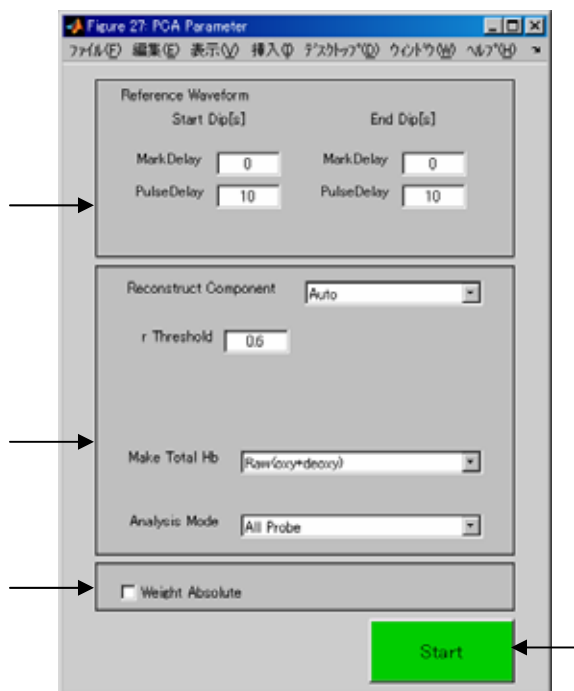

図 6.10.2 PCA Parameter 画面
- (1) メイン画面で「PCA Analysis」ボタンを押すと図 6.10.2 の PCA Parameter 画面を表示します。